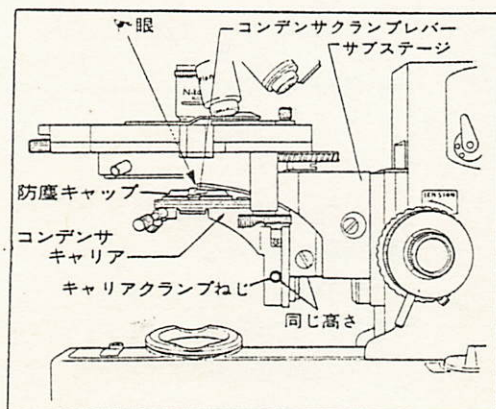

図 12
- 4) コンデンサ上下動ハンドルを操作して、図12のようにコンデンサキャリアのクランプねじとサブステージ下面が一致するようにします。